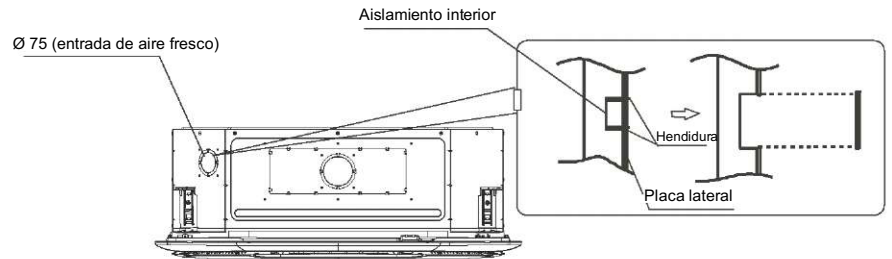

Fig. 5-6
- Corte el aislamiento interior de la parte del agujero con un cúter (consulte la fig. 5-6).